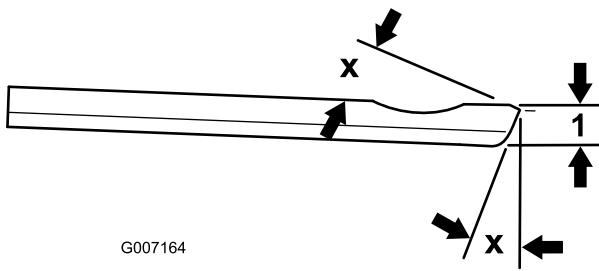

Figura 27
**Nota:** L'angolo di affilatura superiore e anteriore raccomandato della controlama è di 3-7 gradi (Figura 27).